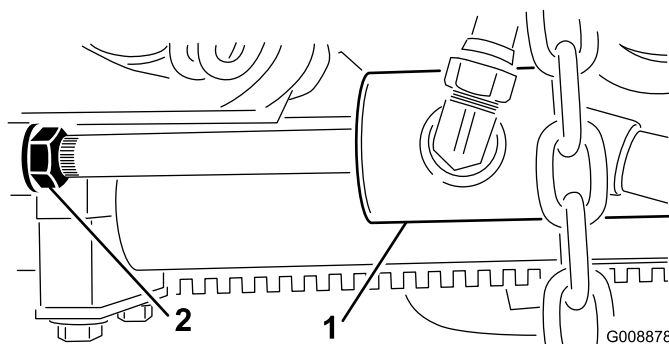

Рисунок 13
B. Ослабьте затяжку контргайки на цилиндре (Рисунок 13).